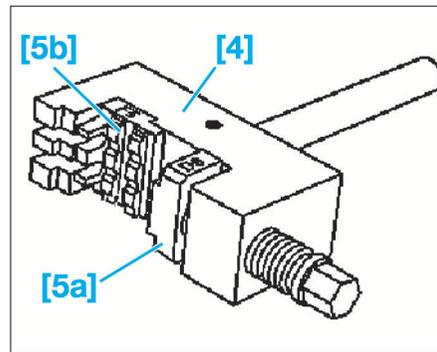

FIG. 30
- Équiper l'outil de rivetage [4] des têtes de riveteuse [5a] (marqué D9) et [5b] (marqué F5) (Fig.30).